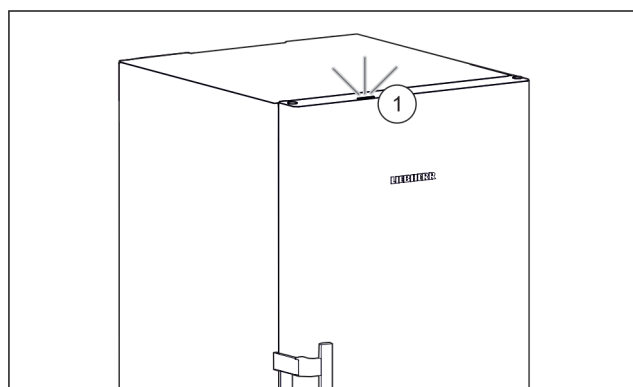

Fig. 4
Keď uvádzate zariadenie do prevádzky, tak stavové svetlo Fig. 4 (1) je z výroby deaktivované.*